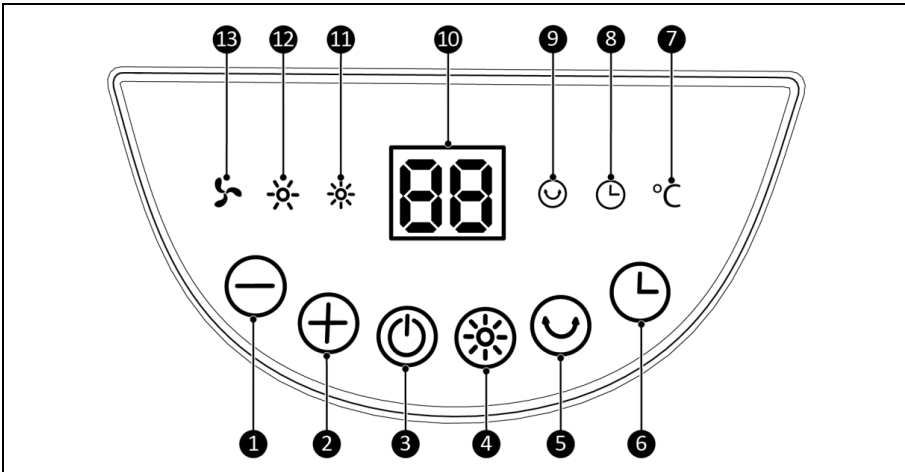
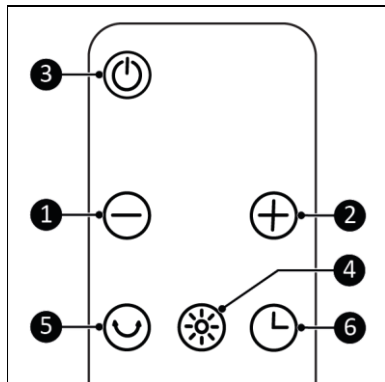

Abbildung 3
Abbildung 4
2. Drücken Sie  am Gerät (Abbildung 3, Pos. 3) oder der Fernbedienung (Abbildung 4, Pos. 3). Das Gerät startet im Lüfter-Modus. Die LED-Anzeige (Abbildung 3, Pos. 10) zeigt die Umgebungstemperatur an. Die Lichtanzeige des Lüfters (Abbildung 3, Pos. 13) leuchtet ebenfalls auf.
Die LED-Anzeige (Abbildung 3, Pos. 10) zeigt die gemessene Umgebungstemperatur an. Unabhängig von der gemessenen Temperatur heizt das Gerät im gewählten Heizmodus weiter. Wenn die Temperatur zu hoch wird, muss ein niedrigerer Heizmodus gewählt werden.
Die LED-Anzeige (Abbildung 3, Pos. 10) zeigt die eingestellte Temperatur einige Sekunden lang blinkend an. Anschließend zeigt die Anzeige die Umgebungstemperatur an.